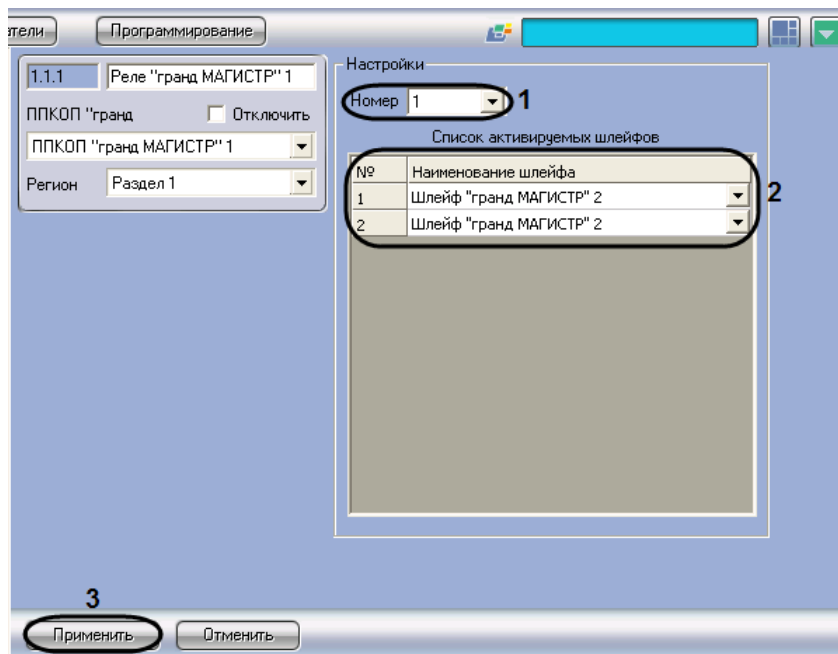

Рис. 3.5-2 Настройка реле Гранд МАГИСТР
1. Перейти на панель настройки объекта **Реле “Гранд МАГИСТР”** (Рис. 3.5-2).
2. Из раскрывающегося списка **Номер** выбрать номер реле (см. Рис. 3.5-2, 1).
3. Из раскрывающегося списка в столбце **Наименование шлейфа** выбрать название объекта **Шлейф “Гранд МАГИСТР”**, соответствующего шлейфу сигнализации, при активации которого требуется включать данное реле (см. Рис. 3.5-2, 2).
5. Для сохранения внесенных изменений в базе данных ПК *АСФА Intellect* нажать кнопку **Применить** (см. Рис. 3.5-2, 3).